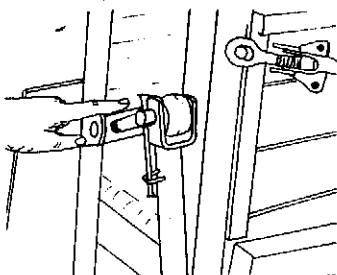

Abb. 16
38. Um das Streuerwerk abzubauen, wird zunächst die in Abb. 4 gezeigte Gelenkwelle abgenommen. Hiernach ist der Steckbolzen (Abb. 16) zu lösen.
- 38) In order to take down the spreader, the cardan shaft depicted in Fig. 4 is first removed. After that, the cotter (Fig. 16) must be loosened.
38. Pour déposer le dispositif épanneur, déposer en premier lieu l'arbre de transmission représenté sur la figure 4. Ensuite, dégager la broche (fig. 16).
38. Om de strooier af te koppelen wordt eerst de in figuur 4 aangegeven tussenas weggenomen. Hierna wordt de pen (fig. 16) losgemaakt.